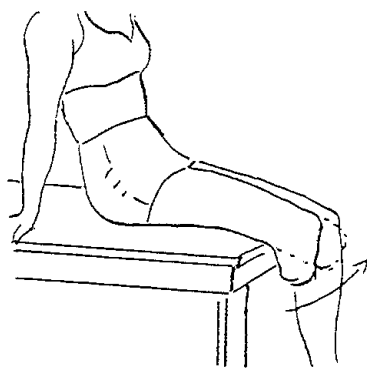

Figure 2 : Extension de genou.
- en statique : en position d'extension maximale, le sujet contractera son quadriceps en imaginant une flexion dorsale de son pied absent (mouvement facilité par une flexion dorsale du pied controlatéral) pendant 6 secondes. Le protocole sera : 6 secondes de contraction, 6 secondes de repos entre chaque série de 10 contractions, 2 minutes de repos entre chaque (6).
- En dynamique : le patient réalisera des mouvements de flexion-extension (fig. 2) de genou dans toute l'amplitude (soit en plaçant une charge directe au niveau du moignon, le plus près de l'articulation du genou, soit à l'aide